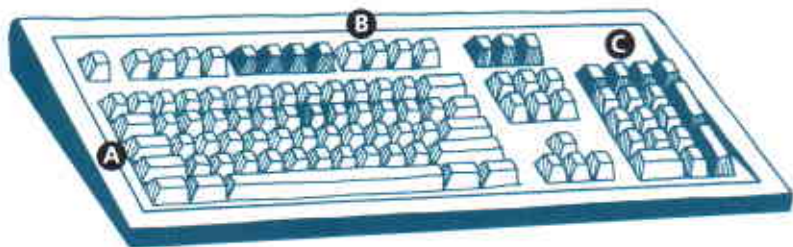

Figura 6: Teclado.
**c) Teclado:** Es el elemento que permite al trabajador introducir y obtener información del ordenador (figura 6). Normalmente está compuesto por tres grupos de teclas:
- Grupo principal alfanumérico (A)
- Grupo de funciones y de control (B)
- Grupo de teclas numéricas (C)